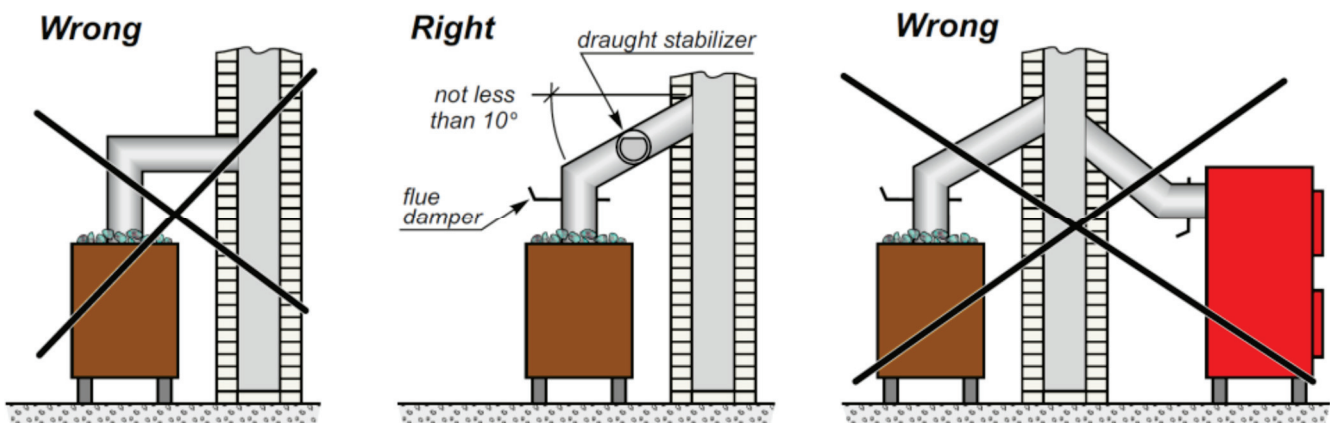

Bild 6 - Anschluss des Ofens an den Schornstein
- Beispiele für die Schornsteinkonstruktion und den Anschluss des Ofens an den Schornstein sind in Bild 6 dargestellt.